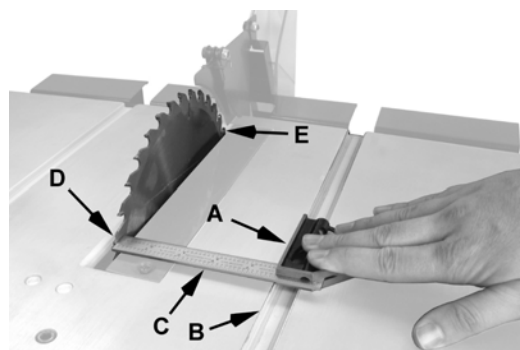

Figura 21
Consulte la Figura 21:
4. Reemplace la hoja usada por una nueva, asegurándose de que los dientes en la parte delantera de la mesa estén orientados hacia abajo (consulte D, Figura 21).
5. Mueva cuidadosamente la hoja hasta que quede paralela a la ranura del calibre de ingletes. Verifique repitiendo los pasos 2 y 3. Cuando haya terminado el ajuste, apriete bien los tornillos (A).